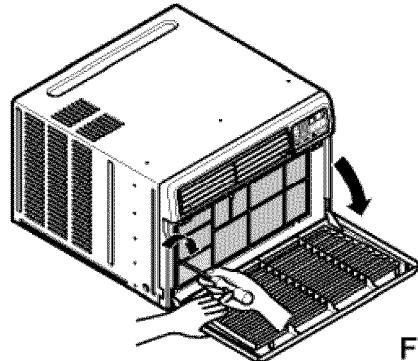

**Fig. 9**
9. Se debe instalar el asa antes de fijar el frente decorativo. (Ver Fig. 9)